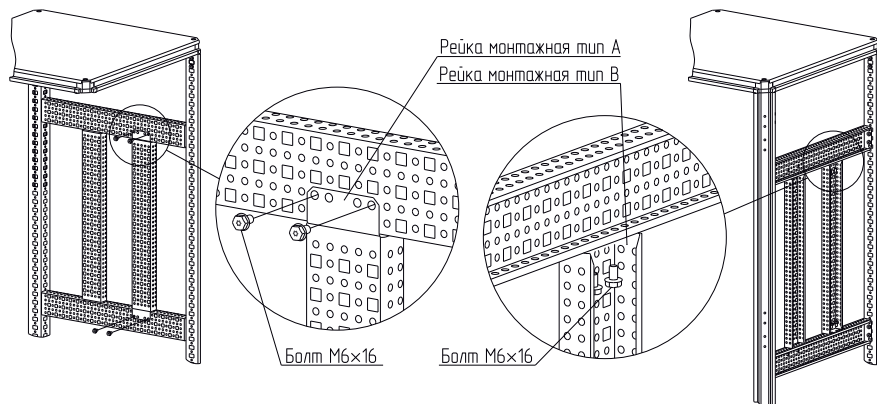

Рисунок 5
4.3.2 Закрепить рейки монтажные тип А и В по вертикали самонарезающими болтами М6×16. Момент затяжки – 7 Н·м. Болты приобрести отдельно (рисунок 5).